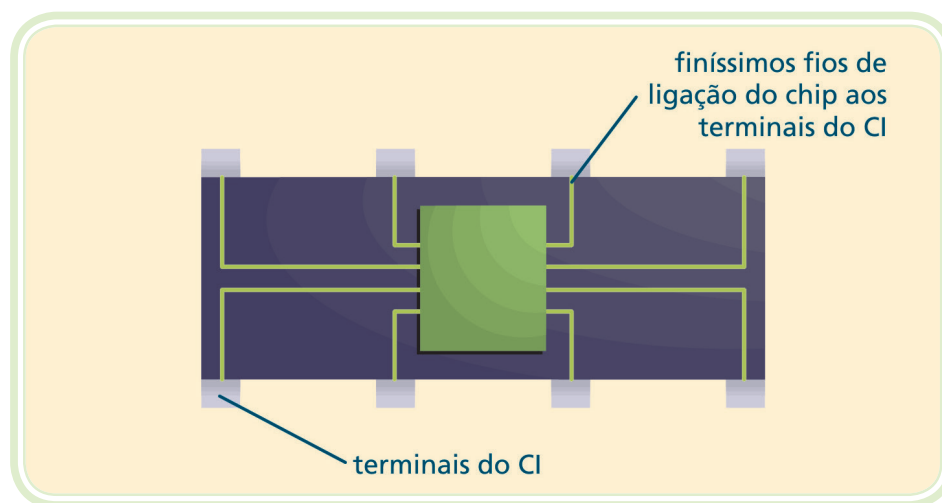

Figura 9.1: Vista interna superior de um circuito integrado (CI)
O circuito integrado (CI) propriamente dito chama-se pastilha (*chip*, em inglês) e é muito pequeno, observe a Figura 9.1. O tamanho externo do circuito integrado deve-se ao seu invólucro e às ligações do *chip* aos terminais externos.